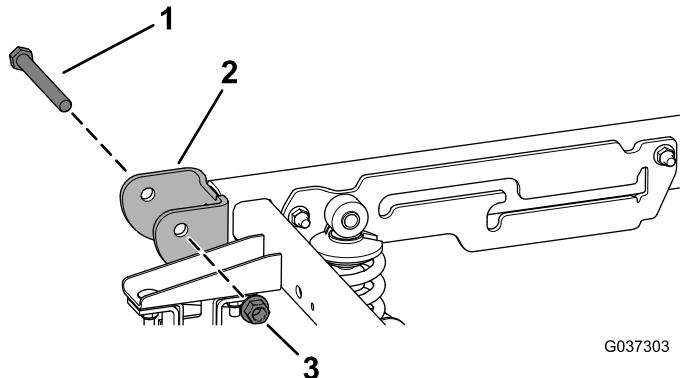

图4
5. 从机器后部的枢轴支架拧下 2 个枢轴螺栓  $1/2 \times 4-1/2$  英寸和 2 个锁紧螺母  $1/2$  英寸 图4。